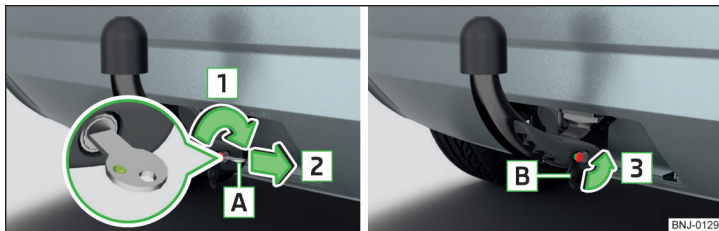

Fig. 248 Încuiati încuietoarea și scoateți cheia/așezați capacul pe încuietoare
- Rotiți cheia **A** în sensul săgeții **1**, în așa fel încât marcajul verde al acesteia să indice înspre în sus » fig. 248.